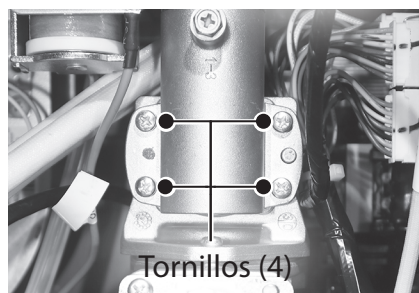

Figura 150 - Retire los tornillos que fijan la válvula de gas
- 42** Ubique y retire los cuatro tornillos que fijan la válvula de gas al múltiple de gas. Deje los tornillos a un lado en un lugar seguro para volver a instalarlos. Consulte la Figura 150.
77 Ubique los cuatro tornillos de la válvula de gas que se retiraron anteriormente en el **Paso 42**. Fije la válvula de gas al múltiple de gas y al conjunto de intercambiador de calor. Consulte la Figura 150.